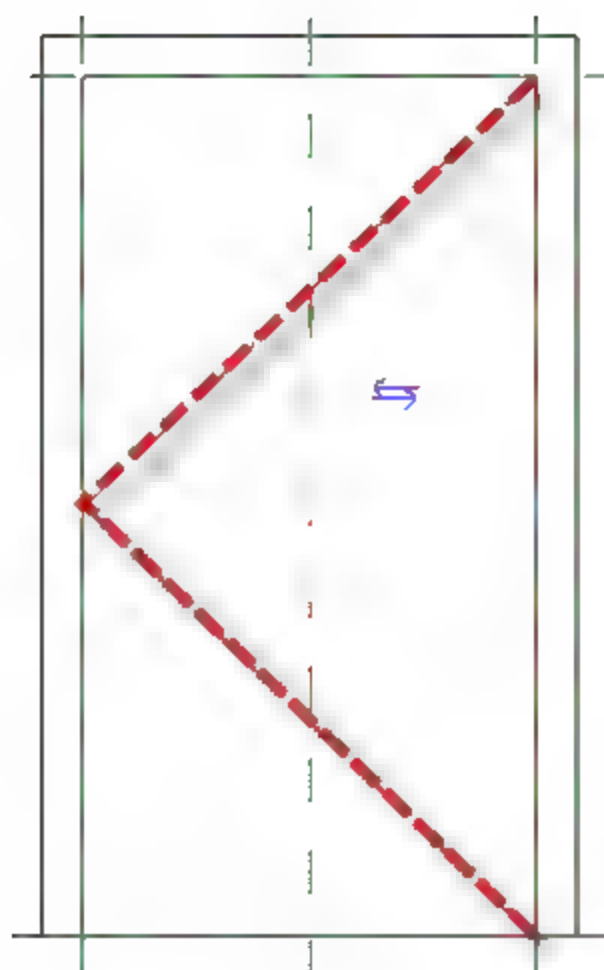
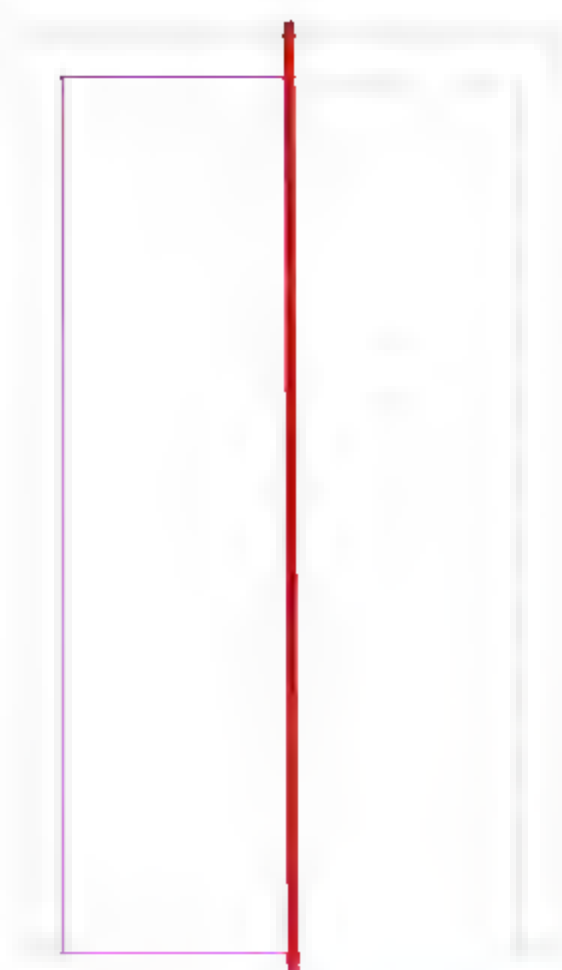

图 8.4.6 门打开方向线
图 8.4.7 创建电梯门
(6) 创建电梯门。切换至“外部”立面视图，首先删除门打开方向线，如图8.4.6所示。然后选择“创建”→“拉伸”→“矩形线链”命令，画出如图8.4.7所示的矩形框，接着单击矩形框的右侧线，按快捷键M+V，把右侧线向左平移2mm，选中整个矩形，按两下快捷键M，以红色线为中轴线画出另一侧的电梯门，如图8.4.7所示。